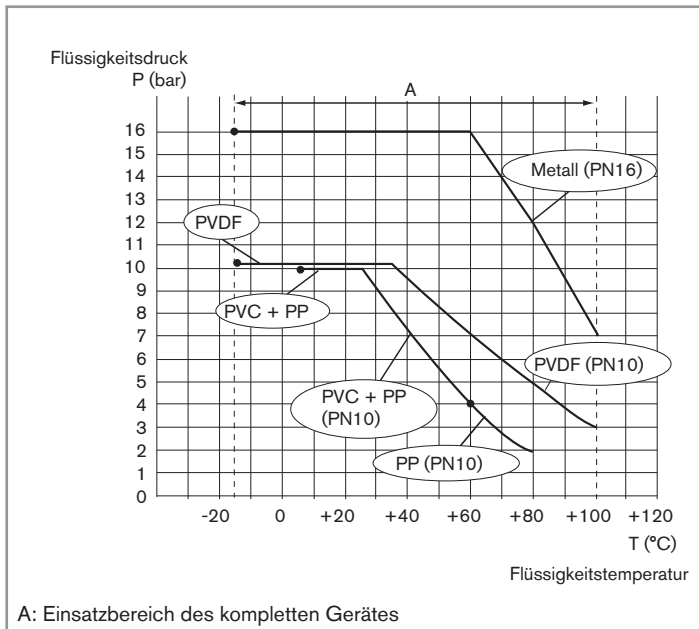

Bild 1: Druck-Temperatur-Abhängigkeitskurven der Flüssigkeit
Flüssigkeitsdruck	hängt vom Fittingwerkstoff ab; Siehe Bild 1 im Kap. 7.1
- ▶ Je nach Art der Werkstoffe des Fittings (siehe Bild 1) die Druck-Temperatur-Abhängigkeit der Flüssigkeit beachten.